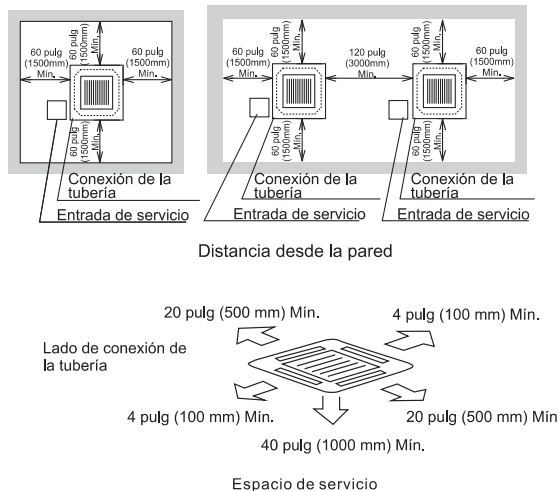

Fig. 3.1 Espacio alrededor de la unidad interior
- Instale la unidad interior con un espacio libre adecuado a su alrededor para el espacio de operación y mantenimiento, como se muestra en la Fig. 3.1.